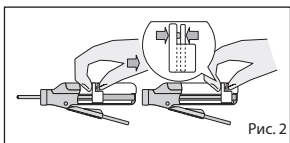

Рис. 2
1. Переконайтесь, що поршень повністю знаходиться в диспенсері (Рис. 2).